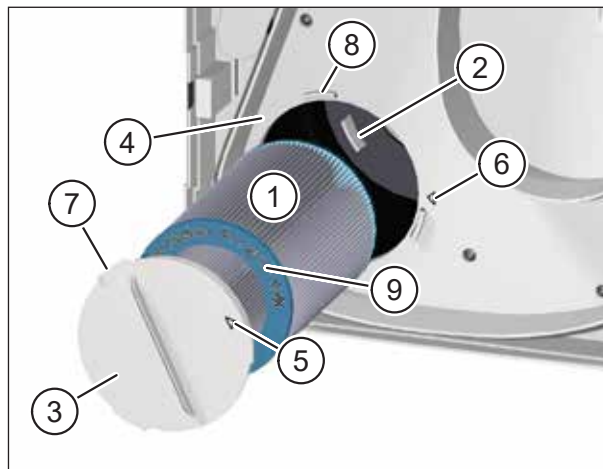

Fig. 17 : Mettre en place le nouveau filtre d'air neuf
- ▶ Introduisez avec précaution le nouveau filtre d'air neuf (pos. 1 dans Fig. 17) dans l'appareil d'aération.
- ▶ Veillez à ce que le filtre à air glisse dans les 3 ergots de retenue (pos. 2 dans Fig. 17) sur la paroi arrière de l'appareil d'aération.
- ▶ Posez le couvercle du filtre (pos. 3 dans Fig. 17) sur le filtre d'air neuf. Veillez à ce que le couvercle du filtre repose à plat sur la plaque intermédiaire (pos. 4 dans Fig. 17).
- ▶ Tournez le couvercle du filtre dans le sens des aiguilles d'une montre, jusqu'à ce que la flèche sur le couvercle du filtre (pos. 5 dans Fig. 17) soit alignée avec la flèche de la position d'arrêt (pos. 6 dans Fig. 17). Veillez à ce que les 3 ergots (pos. 7 dans Fig. 17) sur le couvercle du filtre s'enclenchent dans les supports (pos. 8 dans Fig. 17) sur la plaque intermédiaire.
- Seuls les filtres M-WRG-II FA, n° d'art. 750010, et M-WRG-II FK (filtres au charbon actif), n° d'art. 750020, peuvent être utilisés comme filtre d'air neuf. Le n° d'art. et la catégorie du filtre à air sont gravés sur la plaque d'extrémité turquoise du filtre à air (pos. 9 dans Fig. 17).